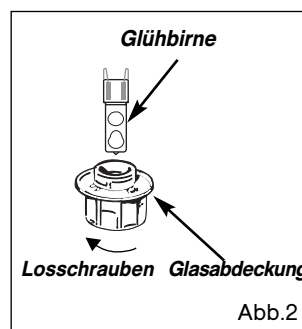

Abb.2
Die beiden anderen roten Distanzstücke in die dazu vorgesehenen Öffnungen **A** einführen (Abb.2).
- Die erste mit Clips befestigte Scheibe mit beiden Händen gleichzeitig fassen und abnehmen (Abb.2).
Die Einschubleisten (**B Abb.2**) durch Anheben nach vorne herausnehmen (*Darstellung A Abb.1*). Die gesamte Einschubleistenhalterung nach hinten ziehen und anheben, um die hintere Befestigung zu lösen (*Darstellung B Abb.1*).
- Die Lampenabdeckung nach links drehen (Abb.2),